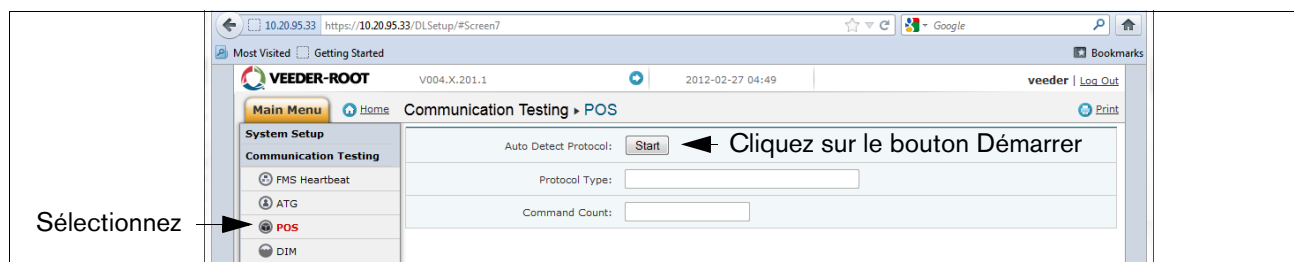

Figure A-16. Demande de type de protocole de point de vente
18. Cliquez sur « POS » pour détecter le protocole du point de vente. Cliquez sur le bouton « DEMARRER » à côté de « Détection automatique du protocole » et attendez que le type de protocole apparaisse (voir l'exemple à la Figure A-16).